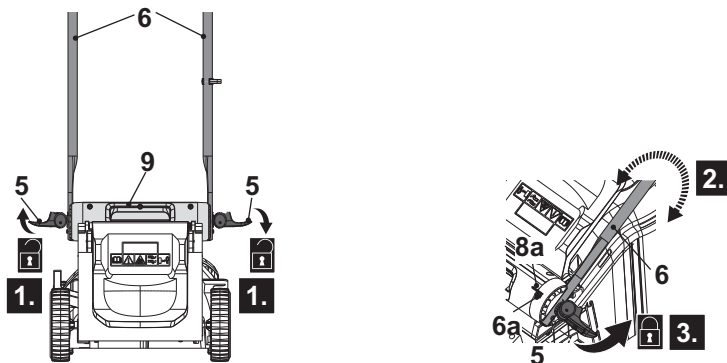

Fig. 12
1. Dépliez et dévissez les leviers de verrouillage (5) dans le sens anti-horaire sur les deux côtés des barres de guidon inférieures (6), mais ne les retirez pas (Fig. 12, étape 1).
2. Maintenez et faites pivoter doucement l'assemblage du guidon dans la position souhaitée en alignant le repère (6a) avec l'indicateur (8a) de la poignée de transport (8) (Fig. 12, étape 2). Assurez-vous que l'assemblage du guidon soit réglé à la même hauteur de chaque côté.
- Fixez l'assemblage du guidon en repliant le levier de verrouillage (5) vers la poignée de transport (8). Si le levier de verrouillage (5) ne se replie pas, dévissez-le et essayez de le replier à nouveau. S'il n'est pas assez serré, revissez le levier de verrouillage (5) en le tournant dans le sens horaire (Fig. 12, étape 3).